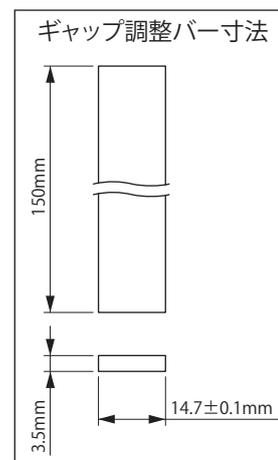

図 8-28
- (3) アウターディスク⑭とセンターリング①の間から、ギャップ調整バー (お客様で角板をご準備ください。図 8-28 参照) をギャップ調整ネジ②の溝に差し込んでください。